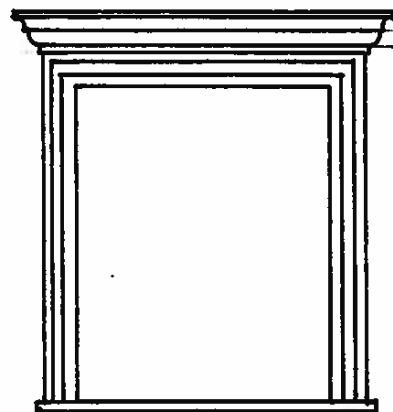

Fig. 3.
- Eit fåtall bygningar har vindaugsomramming i empirestil. Spesielt sjeldent forekjem det empireomramming med rikt profilert vindaugsbekroning over vindauget (fig. 3)